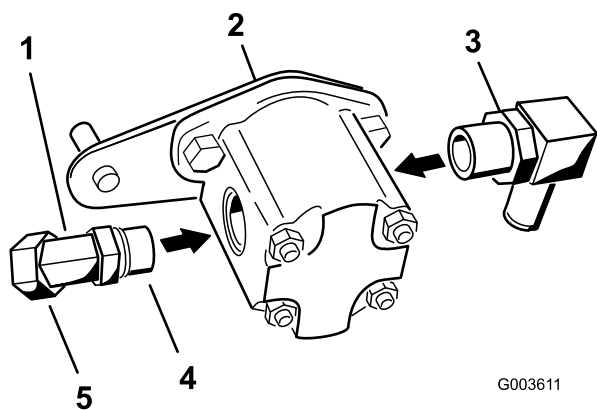

Figura 17
2. Instale el codo de 45 grados en el lateral de la bomba hidráulica (Figura 17).